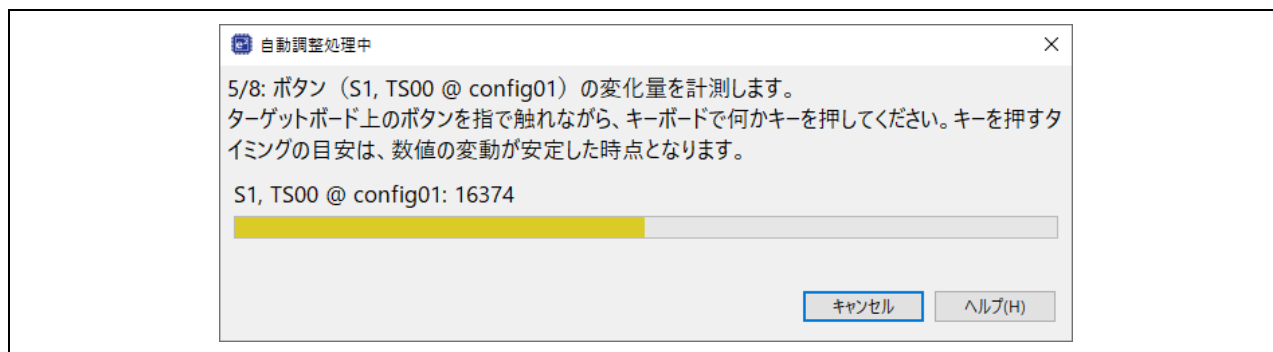

図 5-4 タッチボタン S1 の計測
(1) [CapTouch メイン (QE)] ビューの [調整を開始する] をクリックして調整を開始します。
(2) 初回のデバッグ開始時に、[デバッグ] パースペクティブに切り替えるメッセージが表示される場合があります。[常にこの設定を使用する] チェックボックスを選択し [切り替え] をクリックして、デバッグ処理と QE for Capacitive Touch の自動調整を続けてください。
- (3) QE for Capacitive Touch の自動調整が開始します。ダイアログボックスの表示メッセージに従い、調整処理の準備が終了して、タッチ感度測定のための手順メッセージが表示(例：図 5-4)されるまでは、ボードには触らずにお待ちください。